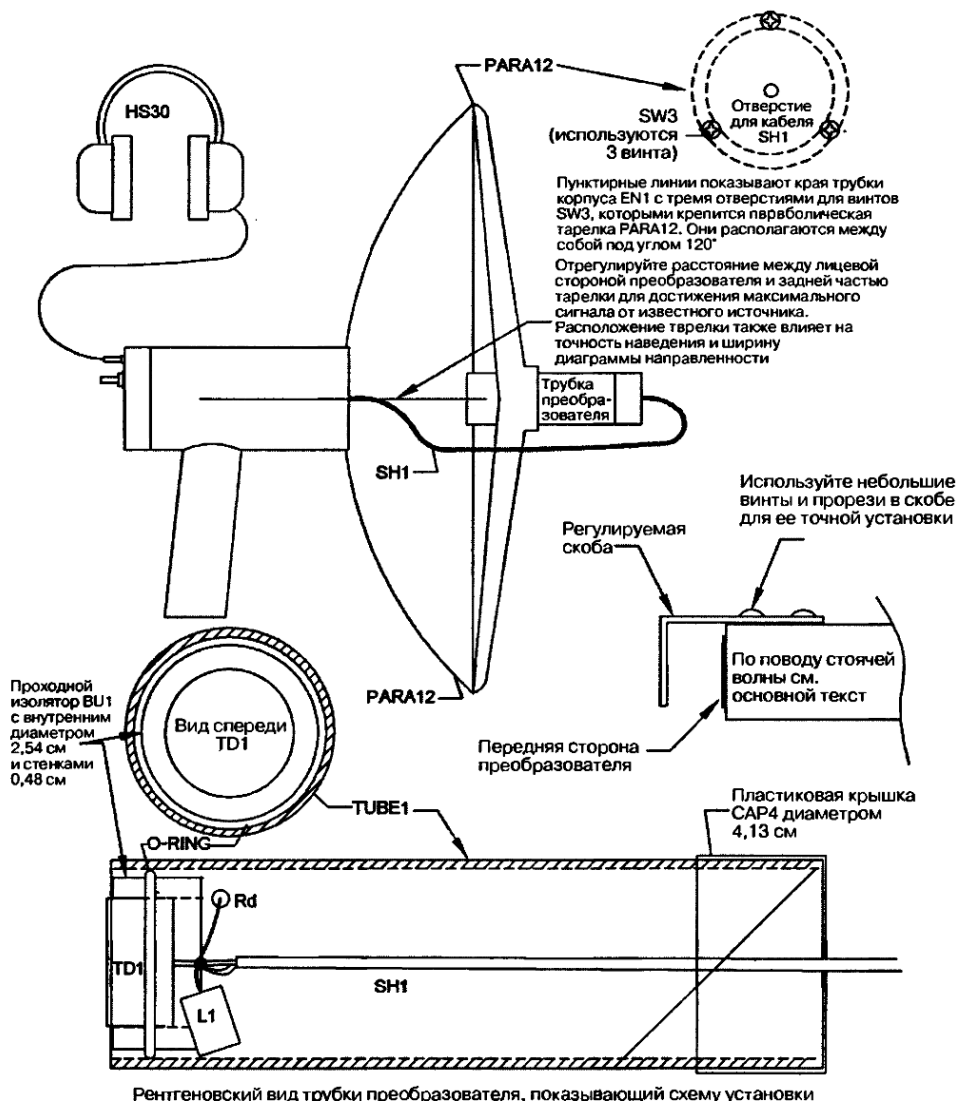
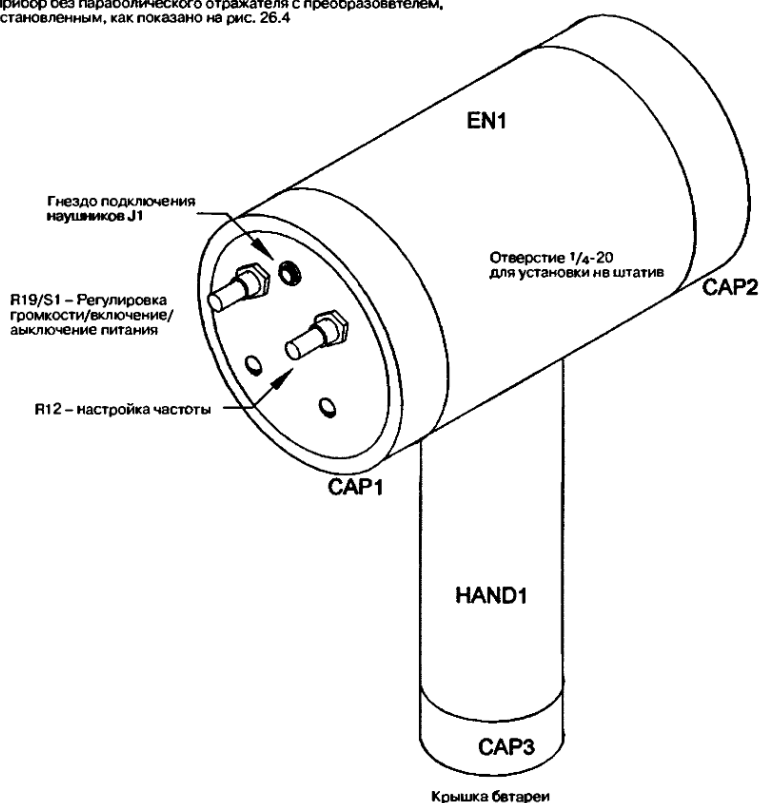

Рис. 26.6. Окончательный вид конструкции устройства с использованием отражателя
Рис. 26.7. Вид конструкции устройства в сборе без использования отражателя
7. Соберите устройство как показано. Сборка с использованием параболического отражателя показана на рис. 26.6, а на рис. 26.7 – без него.
2. Завершите окончательную сборку, добавив параболический отражатель PARA12 для значительного увеличения дальности приема звуков прибором (см. рис. 26.6).